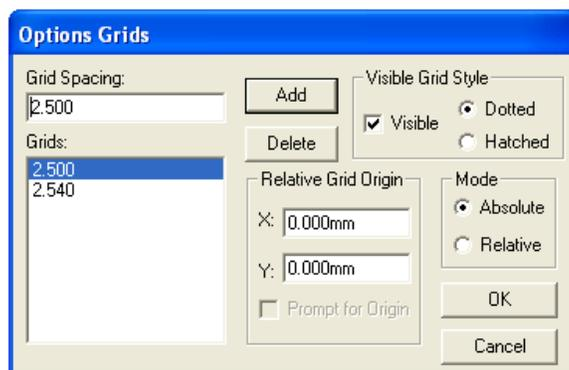

Рис. 3.8. Установка шага сетки
7. Последним шагом при создании шаблона является установка шага сетки привязки элементов. В меню **Options** следует выбрать **Grids...** В появившемся диалоговом окне **Options Grids** (Установка сетки) (рис. 3.8) указывается шаг сетки 2,5 мм (рекомендация [4]). В [5, 10, 13] рекомендуется использовать шаг равный 2 мм, что совсем неудобно. Хотя во время работы с библиотеками различных авторов возможно изменение сетки до 0,25 мм.